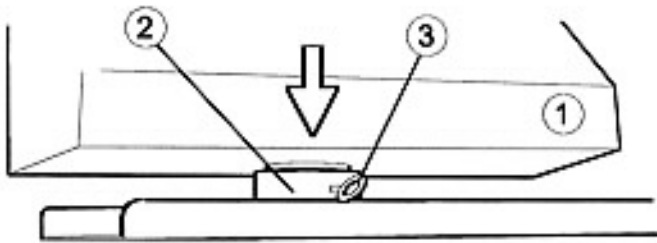

Bild 14 / Fig. 14
- ⇒ Fit the control panel (fig.14, pos.1) in its seat on the main undercarriage (fig.14, pos.2).
- ⇒ Tighten the locking screw (fig.14, pos.3).
- ⇒ Engager le pupitre de commande (fig.14, pos.1) dans la douille sur la traverse centrale (fig.14, pos.2).
- ⇒ Bloquer la vis de fixation (fig.14, pos.3).
- ⇒ Schaltpult (Bild 14, Pos. 1) in die Montagehülse an der Mitteltraverse (Bild 14, Pos. 2) einsetzen.
- ⇒ Sicherungsschraube (Bild 14, Pos. 3) festziehen.